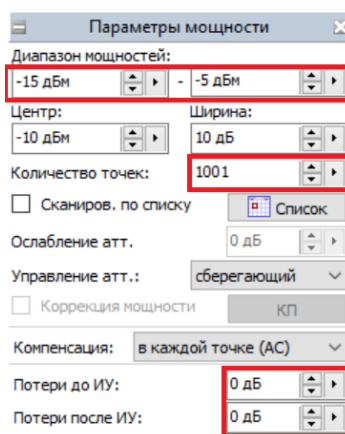

Рисунок 6. Задание мощности зондирования.
7. В панели управления «Параметры мощности» установить требуемый диапазон перестройки мощности зондирования (рис. 6). **Рекомендуется устанавливать количество точек не менее 1001.** Увеличение количества точек уменьшает шаг изменения мощности и увеличивает время измерений. **Следует помнить, что необходимо устанавливать мощность зондирования, учитывая максимально допустимый уровень входного сигнала для детекторной головки (+20 дБм). Если мощность на выходе ИУ превышает +20 дБм, то перед входом детекторной головки необходимо устанавливать аттенуатор с известным ослаблением.**